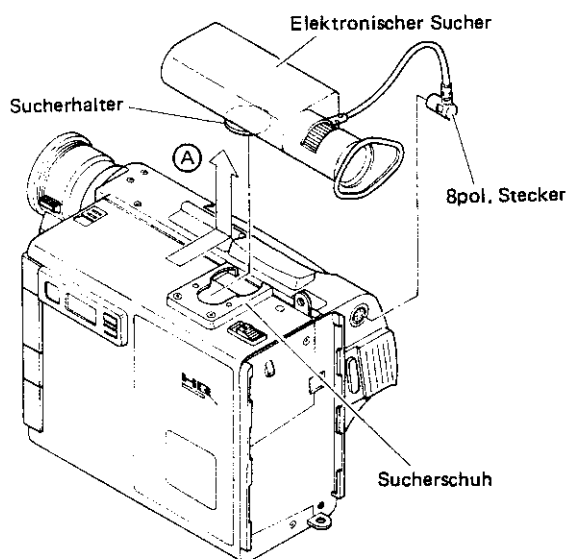

Abb. 1-1-1
1. Unter Bezugnahme auf Abb. 1-1-1 den 8pol. Stecker abziehen. Unter leichter Druckausübung nach oben den Sucher zur Abnahme in Pfeilrichtung (A) ziehen.